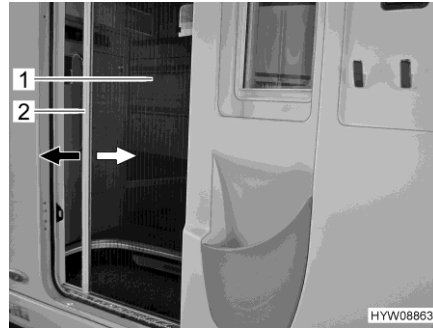

Fig. 59 Protección contra insectos (puerta del habitáculo)
- Agarrar el agarradero (Fig. 59,2) con ambas manos y extraer la protección contra insectos (Fig. 59,1) uniformemente del alojamiento de puerta.
- Agarrar el agarradero (Fig. 59,2) con ambas manos e introducir la protección contra insectos (Fig. 59,1) en el alojamiento de puerta presionando ligeramente.